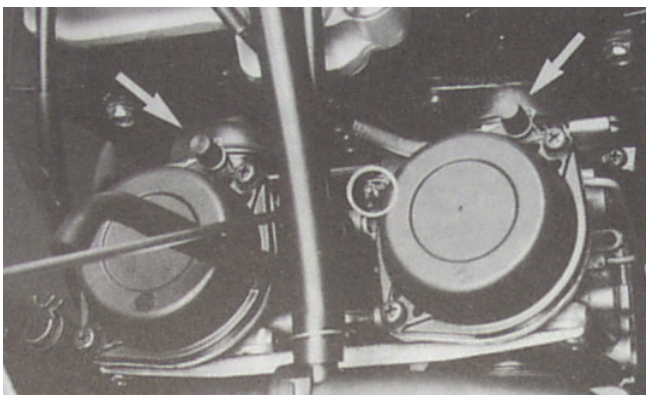

Bild 3
6. Die schwarzen Kappen vom Nippel abziehen (**siehe Pfeile im Bild 3**).
7. Die Unterdruckschläuche der Messuhren aufstecken (**siehe Pfeile im Bild 3**).
9. Die Vergaser mit der Schraube (**runder Kreis im Bild 3**) so einstellen, dass die beiden Zeiger der Messuhren in derselben Position sind.